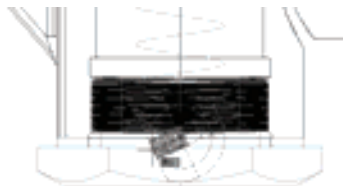
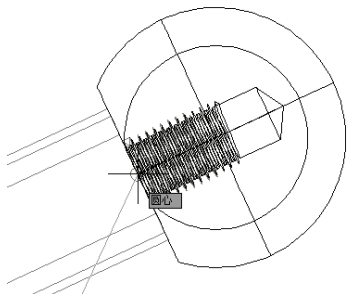
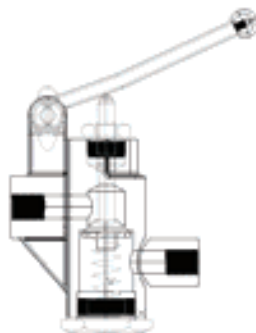

图 11-203 选取基点
图 11-204 选取插入点
图 11-205 移动胶木球后的图形
5) 移动胶木球: 单击“修改”工具栏中的“移动”按钮, 选取图 11-203 所示的圆心为基点, 选取图 11-204 所示的圆心为插入点。移动后结果如图 11-205 所示。